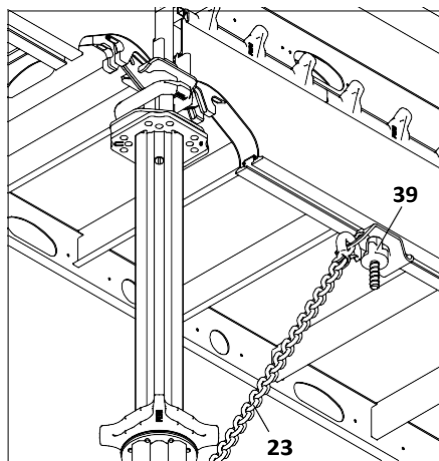

Fig. A7.03
- В надлъжно направление закрепете веригата (23) към обезопасителя SAO (39). (Fig. A7.03)